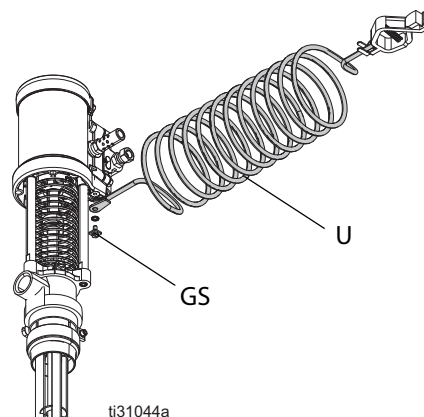

Рис. 4. Провод заземления
См. Рис. 4. Убедитесь, что винт заземления (GS) на пневмодвигателе завернут и надежно затянут. Подсоедините другой конец провода заземления (U) к надежной линии заземления.